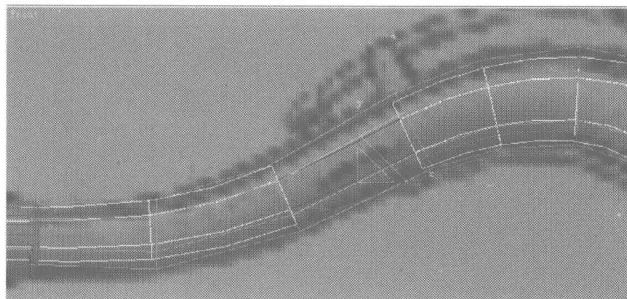
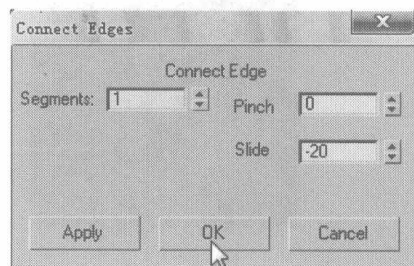
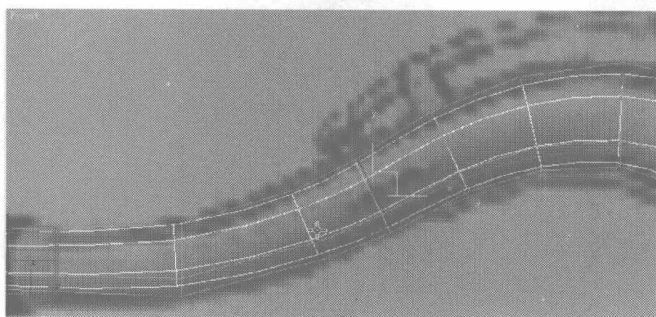

图 2.209
图 2.210
图 2.211
- 15** 接下来我们来制作弯管上方的高音连接装置，首先来制作高音开口。选择如图 2.209 所示的曲线，单击 **Connect**  右边的小按钮，在弹出的对话框中设置参数，如图 2.210 所示，细分结果如图 2.211 所示。